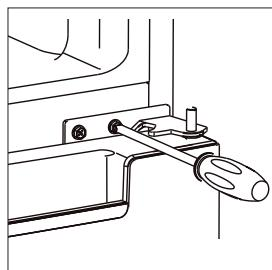
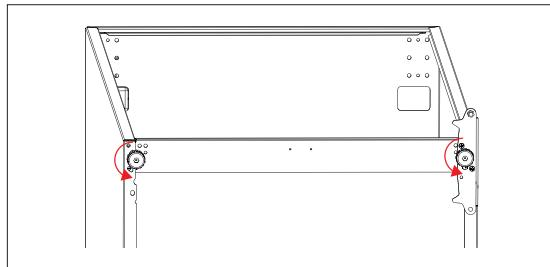

Abb. 8
Abb. 9
- ▶ Entfernen Sie das mittlere Scharnier (6), indem Sie die Halterungsschrauben lösen (Abb. 8). Entfernen Sie die Unterlegscheiben ebenfalls und legen Sie sie zur späteren Verwendung sicher zur Seite.
- ▶ Heben Sie die Gefrierraumtür (7) vom unteren Scharnier und stellen Sie sie gegen Umfallen gesichert auf eine weiche Unterlage zur Seite, um Kratzer zu vermeiden.
- ▶ Entfernen Sie den Blindstopfen aus der Scharnierbuchse auf der linken Seite der Gefrierraumtür (7), indem Sie ihn z. B. mit einem kleinen Schlitzschraubendreher heraushebeln. Setzen Sie den Blindstopfen in die Scharnierbuchse auf der rechten Seite wieder ein.
- ▶ Schrauben Sie die Gerätetüpfel (9) durch Drehen gegen den Uhrzeigersinn ab (Abb. 9).